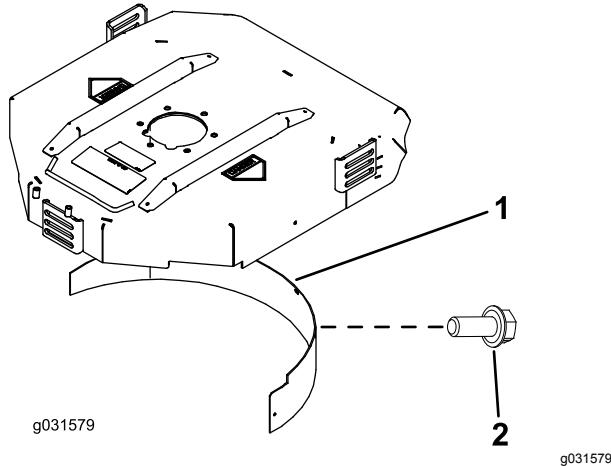

図 11
2. 後部の取り付け穴にマルチングバッフルを取り付け、フランジヘッドボルト 5 本で固定する図 11。